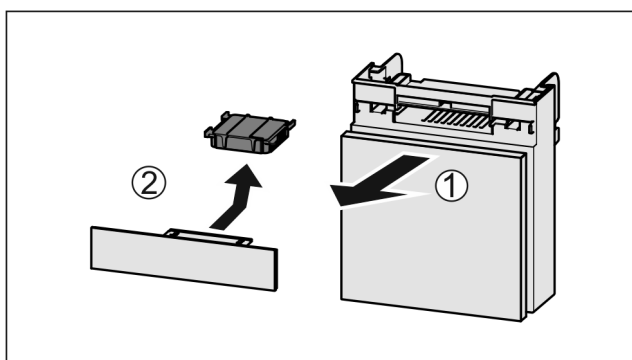

Fig. 142
- ▶ Extrageți Fig. 142 (1) compartimentul către în față.
- ▶ Scoateți Fig. 142 (2) filtrul de cărbune activ.